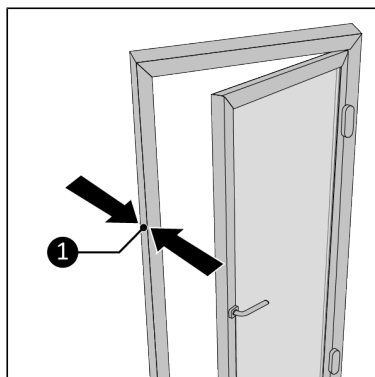

Rysunek 15.
17. Wypełnić wolne przestrzenie (Rysunek 15, poz. 1) dostarczoną pianką izolacyjną (Rysunek 15, poz. 2), w razie potrzeby przyciąć piankę*.